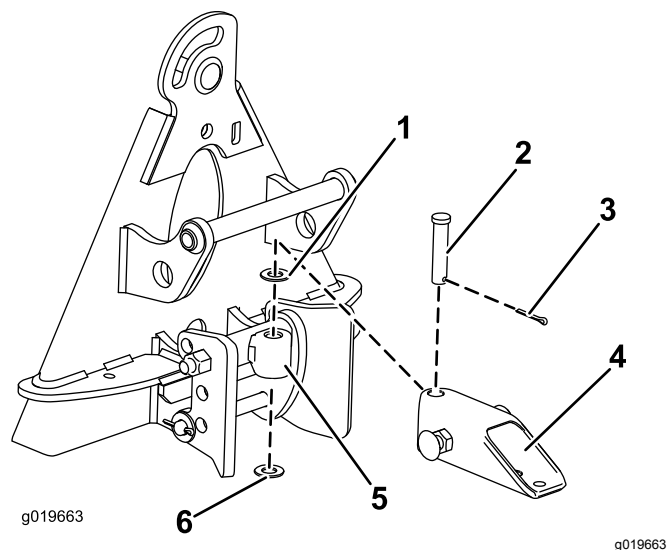

Figura 3
1. Sujete el tubo de enganche al conjunto del enganche con un pasador de horquilla, 2 arandelas y una chaveta, posicionando todo según se muestra en Figura 3.